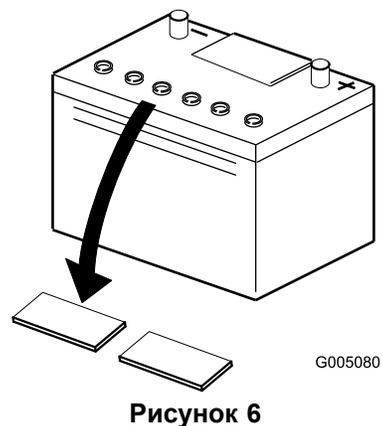

Рисунок 6
- Очистите поверхность аккумулятора и снимите вентиляционные пробки (Рисунок 6).